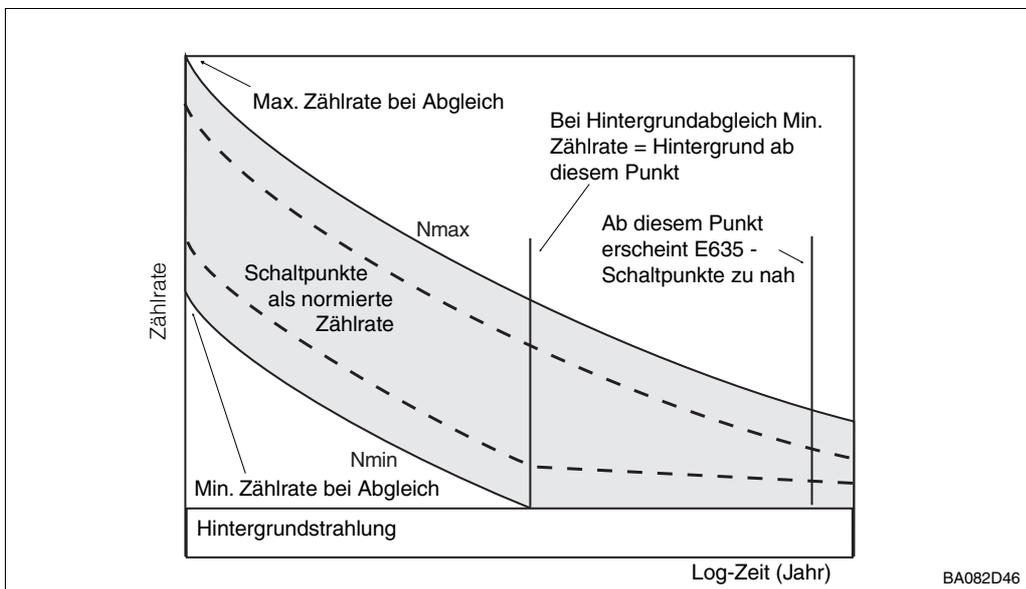

Abb. 4.2: Zerfallskompensation der Zählrate und Schaltpunkte
- die Zählrate bei ausgeschalteter Strahlung und bedecktem Strahlengang in V0H9 (dient zum Hintergrundabgleich, s. Abb. 4.2)
Wie in Abb. 4.2 zu sehen ist, kompensiert der Gammapilot FTG 671 alle Abgleichsparameter für den Zerfall des Präparates. Dadurch sind die Schaltpunkte von der Kompensation beeinflusst. Der Hintergrundabgleich sorgt dafür, daß die Minimum-Impulsrate nicht unter die Hintergrundstrahlung kompensiert wird. Durch das Halten der minimalen und die weitere Kompensation der maximalen Impulsrate verringert sich natürlich der Abstand zwischen den Geraden und das FTG 671 stellt automatisch fest, wenn der Strahler zu schwach wird (E635).